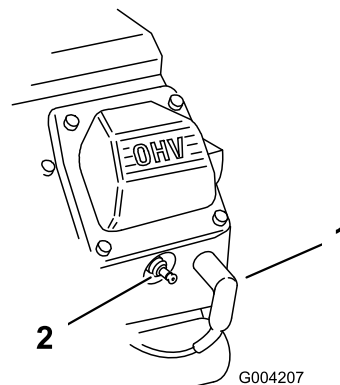

Figura 164
2. Staccate il cappellotto dalle candele (Figura 164).